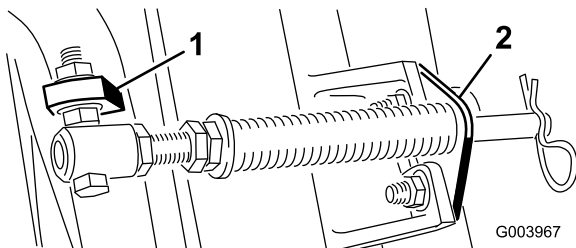

Figura 5
- D. Montate la staffa dell'asta sulle alette degli elementi di taglio usando i bulloni a testa tonda e i dadi (Figura 5).